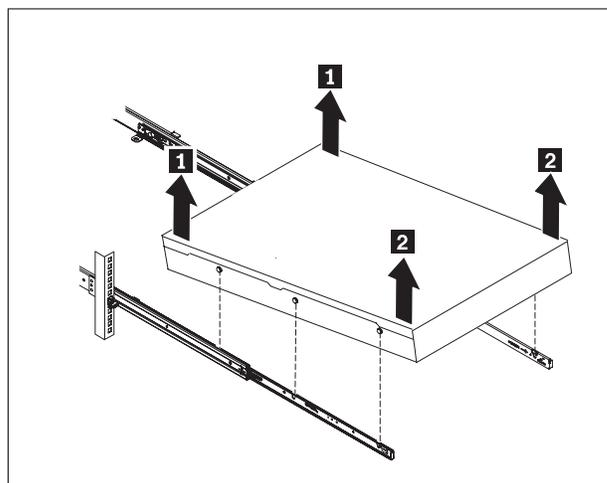

Figure 21. Levage du dispositif pour la dégager des glissières
2. Soulevez le dispositif pour la libérer des glissières, comme illustré par la figure 21, à la page 59.